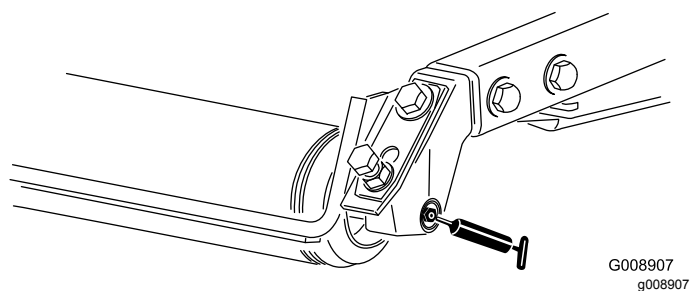

Figura 36
- Rolamentos do cilindro traseiro (2 por cada unidade de corte) – Figura 36